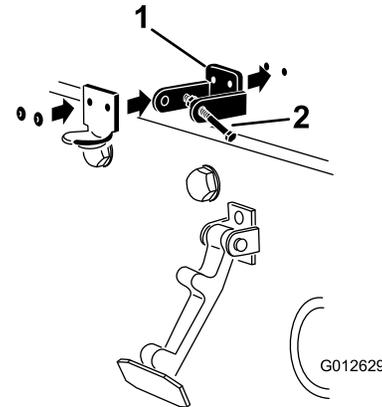

図 33
3. CEロックブラケットとフードラッチブラケットの穴を整列させてフードにセットする。ロックブラケットをフード側にフードに当てて取り付けます 図 33。ロックブラケットアームについているボルトナットアセンブリは外さないでください。
5. ブラケットとワッシャをフードにリベットで固定する 図 33。